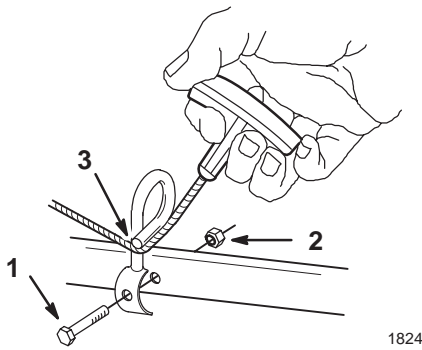

Figure 3
3. Fixez le guide-câble de lanceur à la partie inférieure du guidon avec un boulon et un contre-écrou (Fig. 3).
4. Faites passer le câble du lanceur dans le guide-câble (Fig. 3).